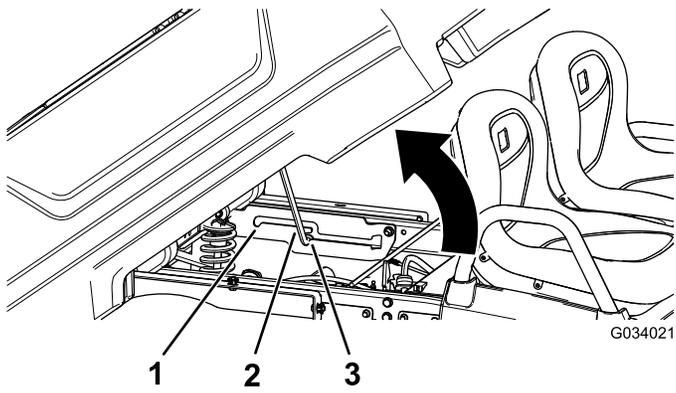

图 16
2. 将支撑杆拉入倾倒位置止动槽固定货斗以进行倾倒图16。
2. 将支撑杆拉入维修位置止动槽固定货斗以进行维护图 16。
2. 将支撑杆拉出止动槽图 16。